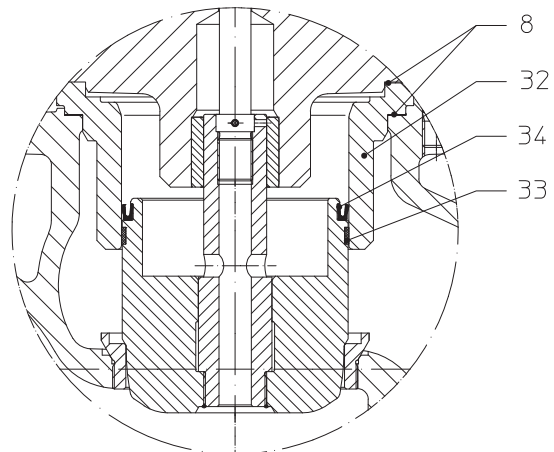

Рис. 18: затвор для понижения давления
- Установите новое уплотнение поршня (поз. 34) соблюдайте правильное монтажное положение (см. Рис. 18).